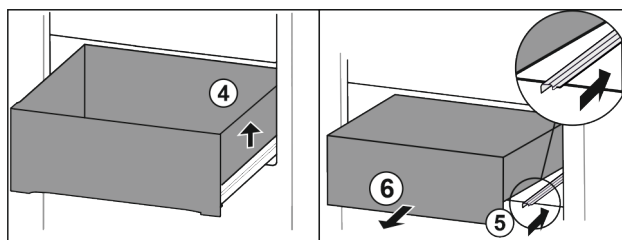

Fig. 97
- Dvignite predal desno. Fig. 97 (4)
- Vstavite desno vodilo. Fig. 97 (5)
- Predal vzemite ven v smeri naprej. Fig. 97 (6)